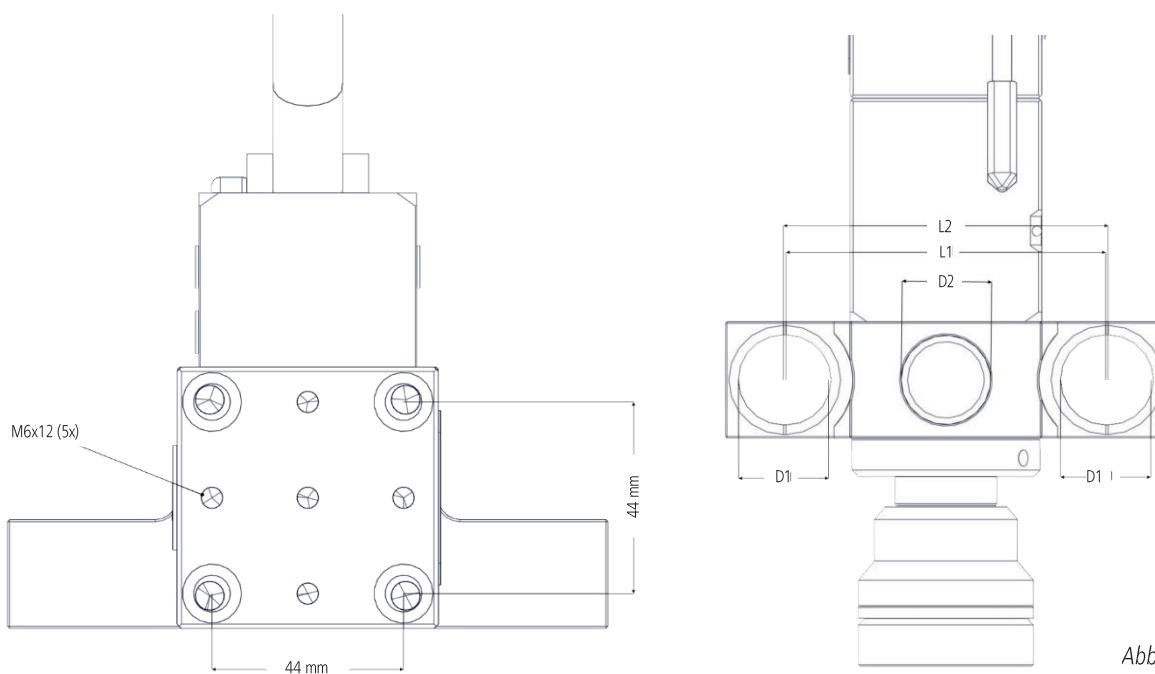

Abb. 4: Aufnahmen
Zur Befestigung von Aufnahmen sind ausschließlich die in Abb. 4 dargestellten Positionen zu nutzen. Sollten Sie andere Anschlagpunkte benötigen sind diese mit dem Hersteller vorab abzustimmen.
- Befestigen Sie die Einheit nur an den dafür vorgesehenen Aufnahmen (Abb. 4).